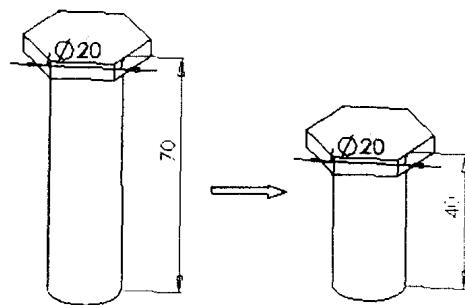

图 1-13 长度尺寸修改后的零件模型
- (1) 改变螺栓的长度。如图 1-13 所示,可以通过修改长度尺寸值,直接修改零件模型。